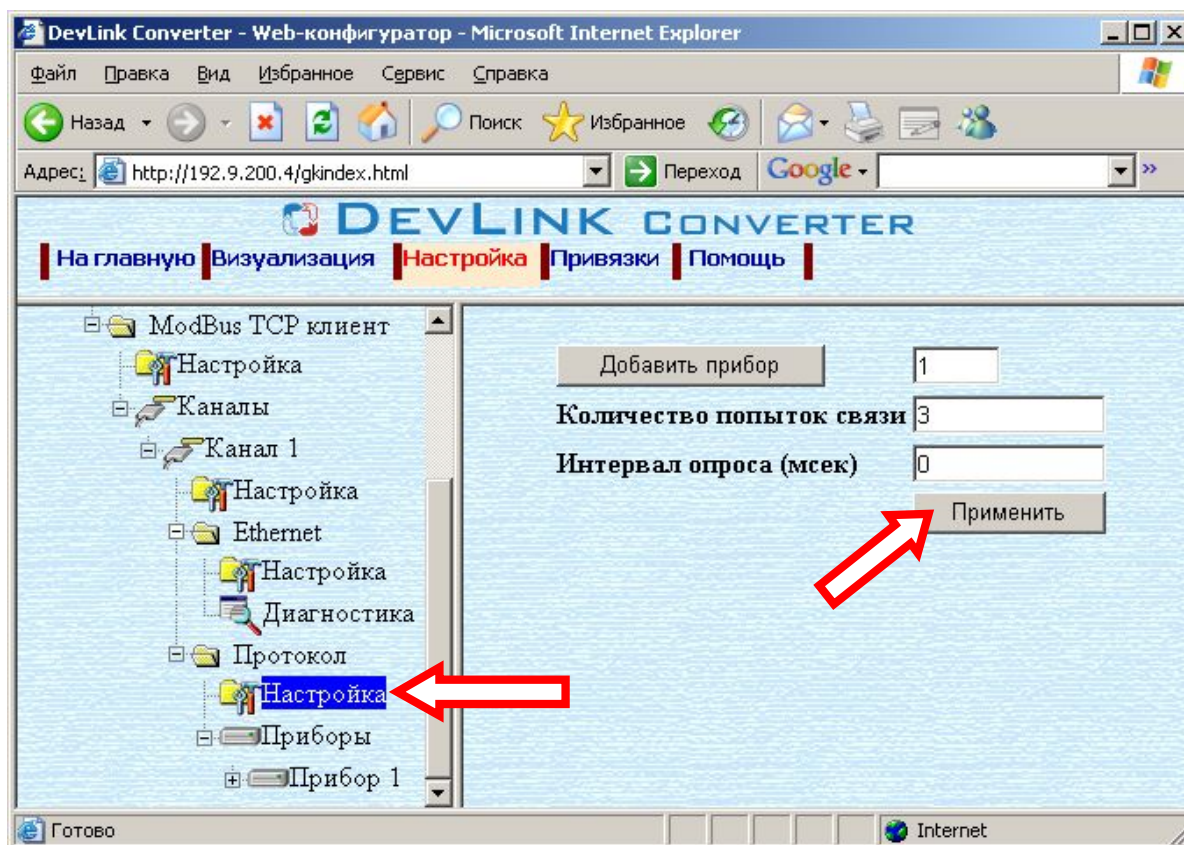

Рисунок 3.10 – Настройка уровня протокола
- Выберите в дереве объектов *папку «Настройка»* в ветке "Протокол" (рисунок 3.10).
- Задайте необходимые настройки и для их применения нажмите кнопку «Применить» (рисунок 3.10).